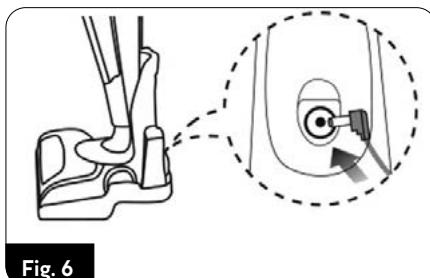

Fig. 6
1. Sluit de laadkabel (17) aan op de laadaansluiting (20) in het dockingstation (fig.6).